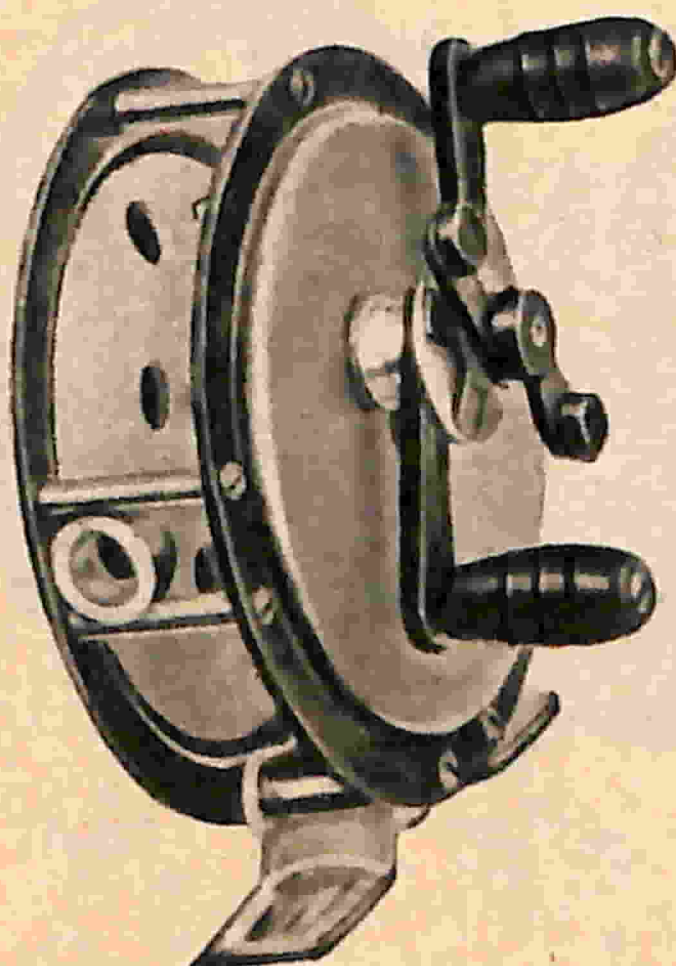

Fig. 8
**Fig. 8 - Tipo comune di mulinello da fondo e lancio.** Tale modello, oltre ad essere provvisto di frizione e freno, permette il cambio della bobina con altra di filo a differente diametro.